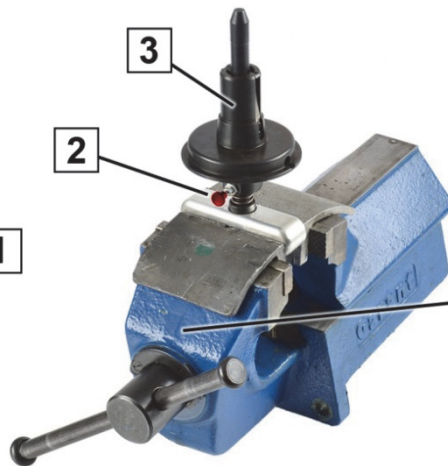

Abb. 2: Spezialwerkzeug einspannen
2. Das Spezialwerkzeug (3) in den Schraubstock (5) einspannen (Abb. 2).